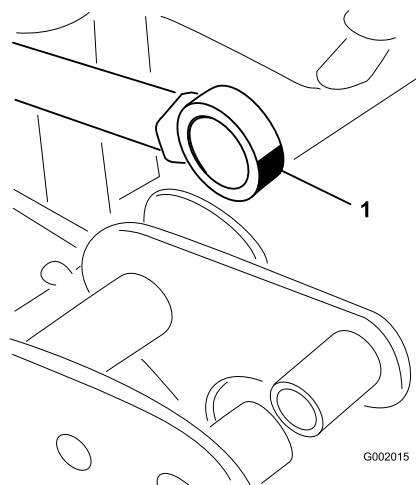

Figura 51
5. Manipule el extremo del cojinete del émbolo del actuador y aplique grasa al cojinete (Figura 51). Limpie cualquier exceso de grasa.